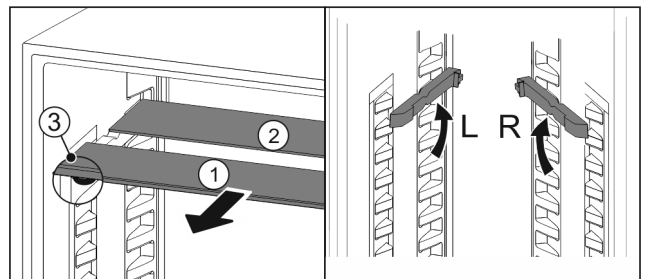

Fig. 68
- ▶ Retire las planchas de cristal individualmente hacia delante Fig. 68 (1).
- ▷ La placa de vidrio Fig. 68 (1) con moldura está situada delante.
- ▷ Los topes Fig. 68 (3) miran hacia abajo.